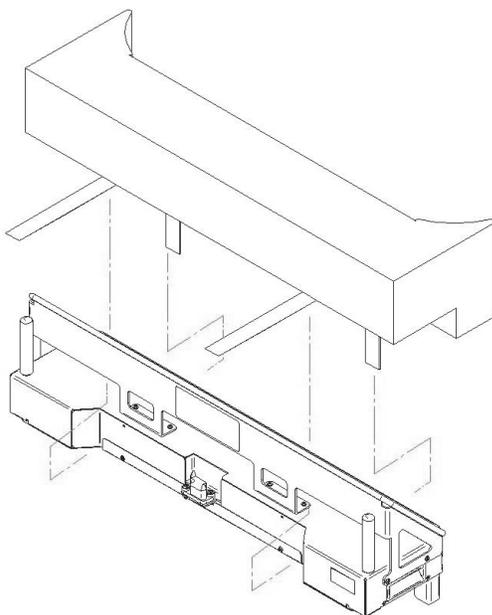

Figure 109 – Fixation du matelas au prolongateur de lit en option avec une sangle
1. Avec une sangle, fixer le coussin prolongateur de matelas approprié au prolongateur de lit en option (Figure 109).